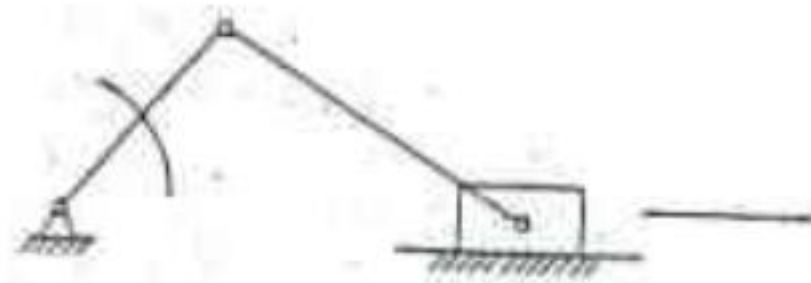

图 6
- 1、设计一执行机构，要求主动件为转动，从动件为往复直线运动。其示例如图 6 所示。请另外设计两个与示例不同的方案。